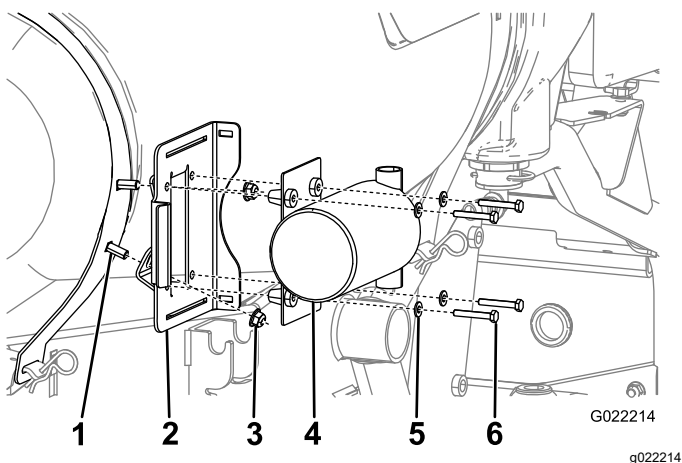

图 8
4. 使用 2 个凸缘螺母将冲洗泵安装支架固定到之前安装的托架螺栓上图 8。
6. 使用 4 个螺栓和 4 个小垫圈将泵固定到机架上图 8。